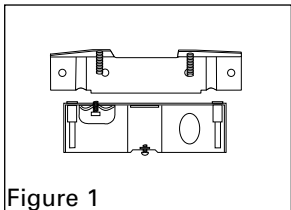
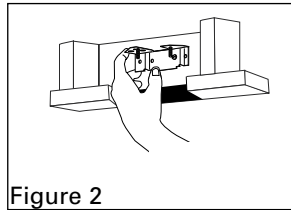

Figure 1
Figure 2
1. Separate the sidemount bracket from box by removing the two nylon insert locknuts inside the box (Figure 1). Insert sidemount bracket into 4" ceiling hole, position according to sheetrock thickness (Figure 2).
1. Séparer le support de montage latéral du boîtier en retirant les deux écrous d'arrêt d'insert en nylon dans le boîtier (Figure 1). Insérer le support de montage latéral dans l'orifice au plafond de 4" en positionnant selon l'épaisseur de la plaque de plâtre (Figure 2).